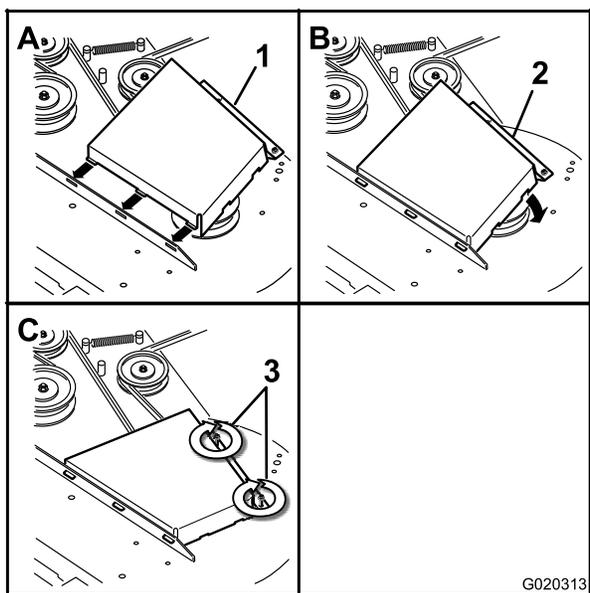

Figure 70
4. Posez les couvercles de courroie (Figure 70).